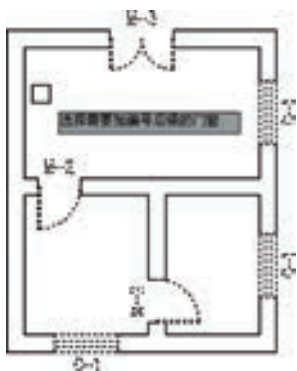

图 5-53 选择门窗
2) 调用“BHHZ”命令，根据命令行的提示，选择需要添加编号后缀的门窗，结果如图5-53所示。